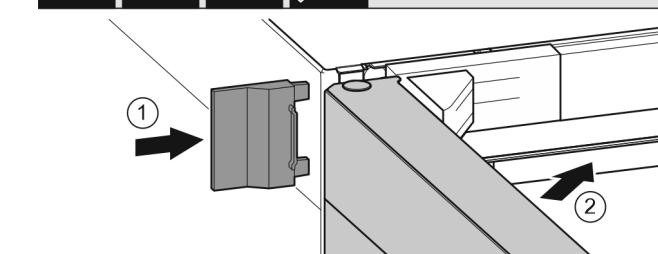

Fig. 23
- Nasuňte vnější kryt. Fig. 23 (1)
- Zavřete horní dveře. Fig. 23 (2)